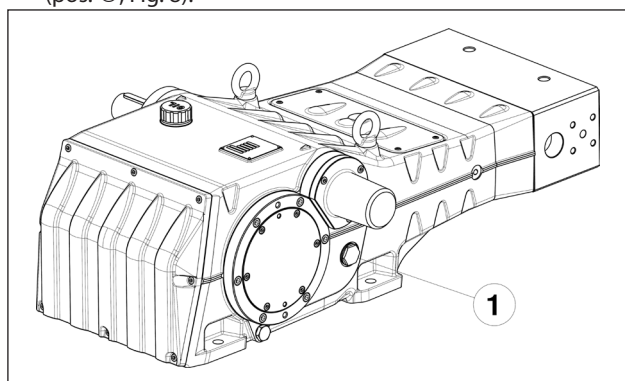

Fig. 8
5. L'olio nel carter pompa sia al livello previsto verificandolo con le apposite spie di livello poste ai lati del carter (pos. ①, Fig. 8).